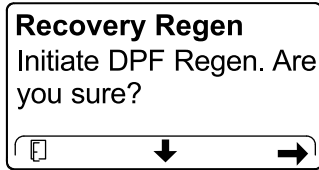

図 76
4. 再生開始 INITIATE DPF REGEN 画面で、右ボタンを長押しして続行する 図 76。